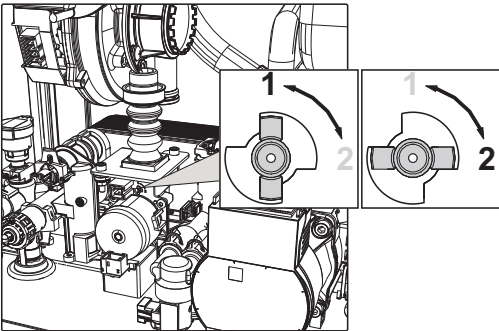

fig. 35
- 3. Ruotare il Throttle (fig. 35) secondo la posizione indicata nella tabella 7.